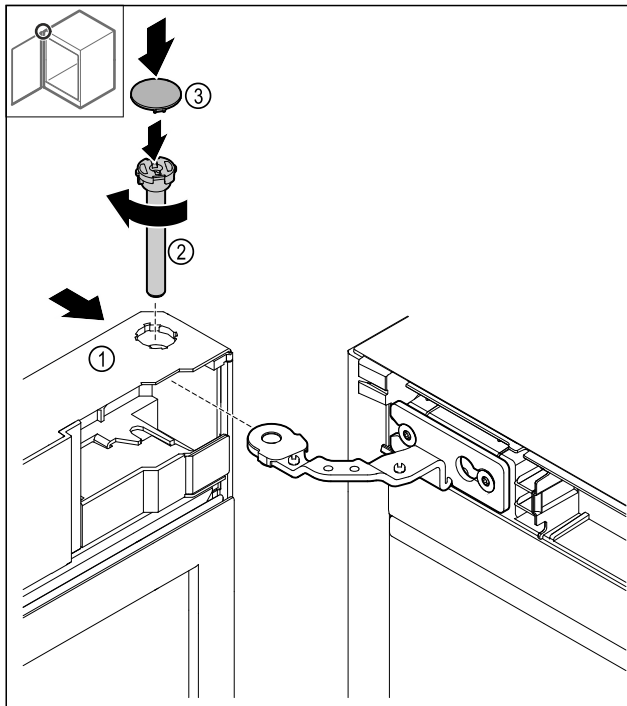

Fig. 47
- ▶ Плъзнете вратата Fig. 47 (1) отгоре върху пантата.
- ▶ Вкарайте болта Fig. 47 (2) и го затегнете в посока на часовниковата стрелка.
- ▶ Нахлузете капака Fig. 47 (4).